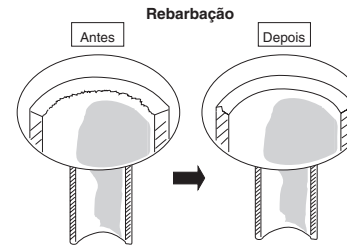

Fig. 5-1
- (1) Corte o tubo de cobre no comprimento requerido com um cortador de tubos. É recomendável cortar aprox. 30 – 50 cm mais longo do que o comprimento estimado para a tubagem.
- (2) Retire as rebarbas na extremidade do tubo de cobre com um escareador de tubos ou lima. Este processo é importante e deve ser realizado cuidadosamente para obter um bom afunilamento. Certifique-se de impedir a penetração de quaisquer contaminadores (humidade, sujidade, limalha, etc.) na tubagem. (Figs. 5-1 e 5-2)